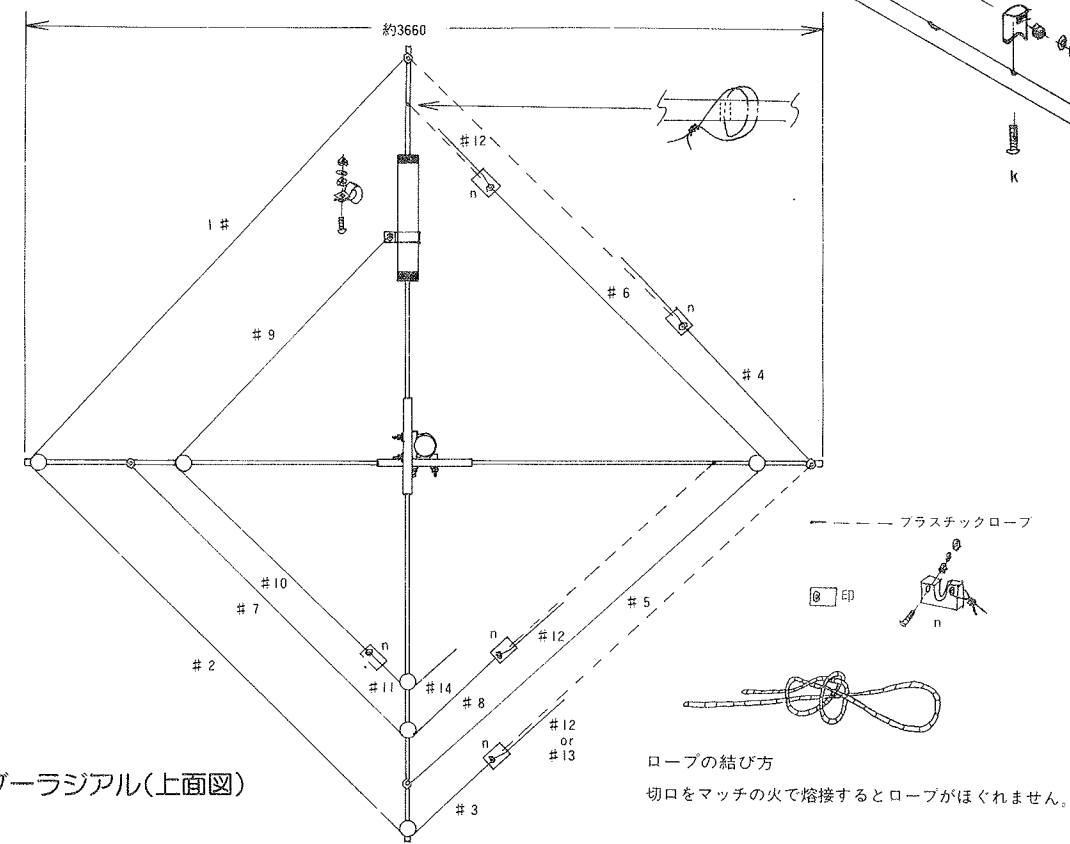

Fig 4 スパイダーラジアル(上面図)
- Fig.4 を参照の上スパイダーエレメントを取付けて下さい。アンテナマストとエレメントパイプの位置関係を十分に注意して下さい。